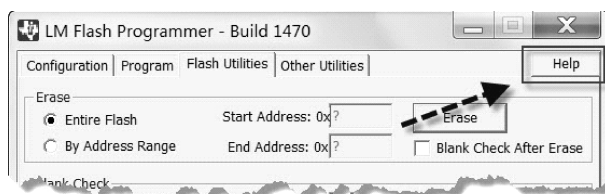

图 1-29 LM Flash 编程的帮助文件
4) 这里对 Flash Utilities 和 Other Utilities 选项按默认设置。对这两个选项设置感兴趣的用户请参考右上角的帮助 (Help) 文件，如图 1-29 所示。